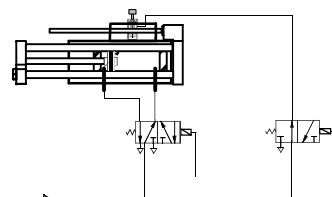

Fig. 11
- Utiliser une source commune d'air comprimé pour le raccordement des distributeurs (p. ex. selon la fig. 11 avec terminal de distributeurs CP).